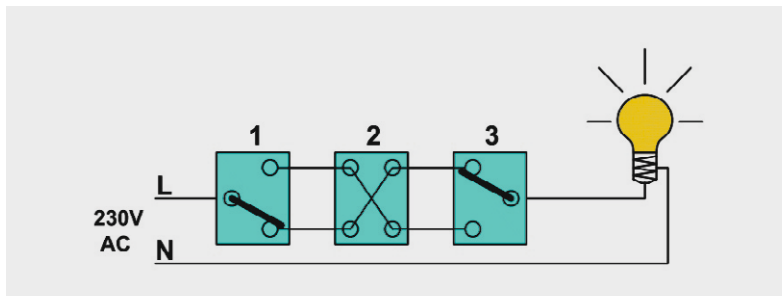
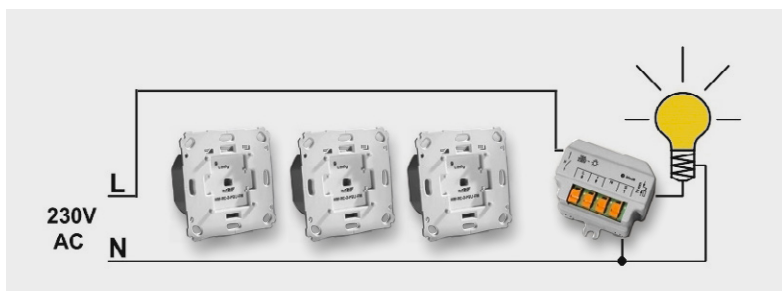

Bild 9: Klassische Kreuzschaltung
Bild 13: Kreuzschaltung mit drei Homematic Funk-Wandsendern, 2fach, für Markenschalter, Batteriebetrieb und Homematic Funk-Schaltaktor, Unterputz
Die Kreuzschaltung (Bild 9) ist eine Schaltung, mit der ein Licht oder ein anderer Verbraucher an drei oder mehr Schalterstellen unabhängig von der jeweiligen Stellung der anderen Schalter ein- und ausgeschaltet werden kann. Eingesetzt wird sie in Fluren und Räumen mit drei oder mehr erforderlichen Schaltstellen.
Lösung 4: Wenn die vorhandene Kreuzschaltung nicht über einen Neutralleiter „N“ in den Schalterdosen verfügt, so müssen beide Wechselschalter (1 und 3 in Bild 9) und der Kreuzschalter (2) durch Homematic Funk-Wandsender, 2fach, für Markenschalter, Batteriebetrieb (4) ersetzt werden (Bild 13). Eine der abgelösten korrespondierenden Leitungen wird fest mit der speisenden Phase „L“ verbunden und bis zur Lampe durchverdrahtet (Farbgleichheit beachten!). Die andere korrespondierende Leitung wird isoliert „totgelegt“. An der Lampe selbst besteht wieder die Möglichkeit, einen Funk-Schaltaktor, Unterputz (3) zu montieren.